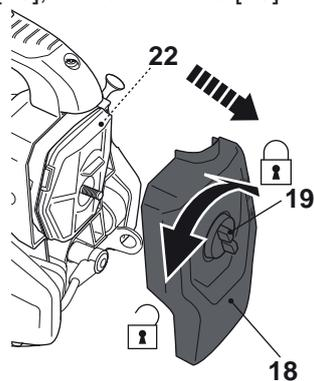

Fig. 58
- > Dévissez la vis de fixation [19] et ôtez le couvercle du filtre à air [18] (Fig. 58).